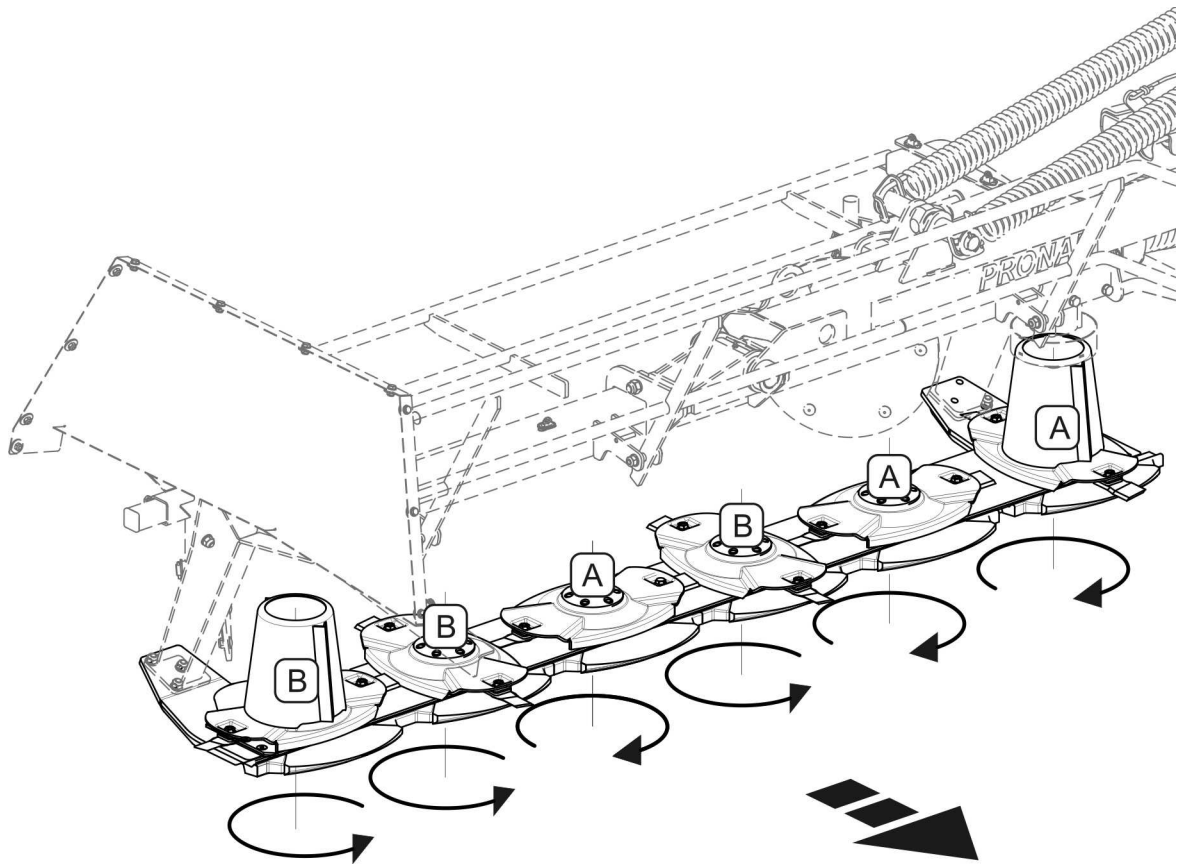

BILD 5.2A Art des Messers abhängig von Drehrichtung der Schneidescheiben
Das Mähmesser ist mit rechten (A) und linken (B) Messern aufgrund der unterschiedlichen Drehrichtung der Schneidescheiben (BILD 5.2A) ausgestattet. Drehrichtung wird auf dem Messer angegeben.